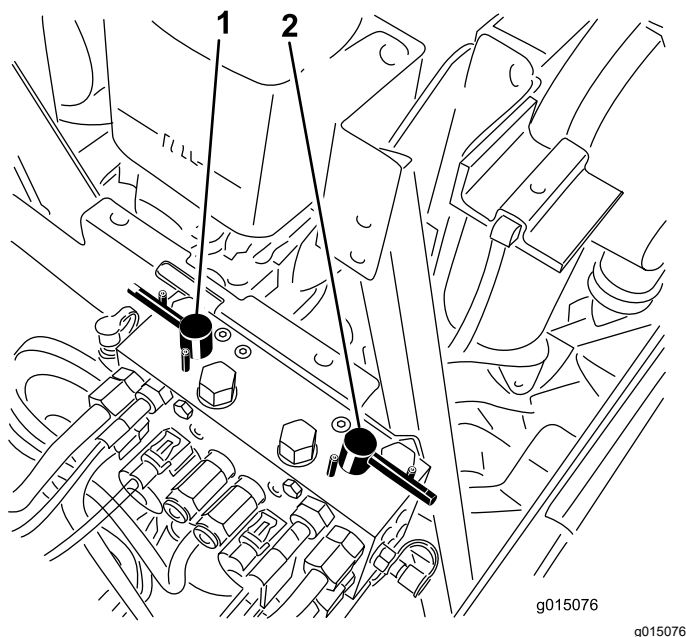

Figura 76
4. Selezionate le leve di lappatura anteriore, posteriore o entrambe per stabilire gli elementi da lappare (Figura 76).